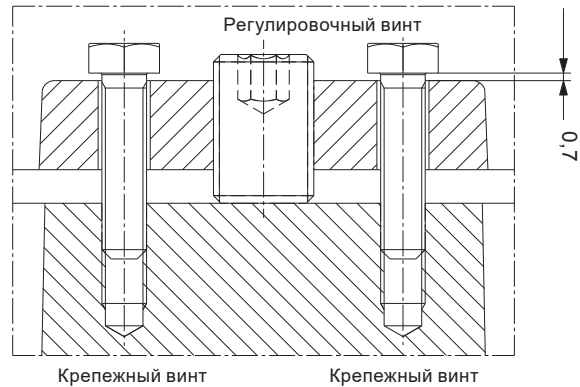

Рис. 17 Регулировка зазора рабочего колеса
3. Ослабить крепежные винты и создать зазор 0,7 мм под головками крепежных винтов. См. рис. 17.